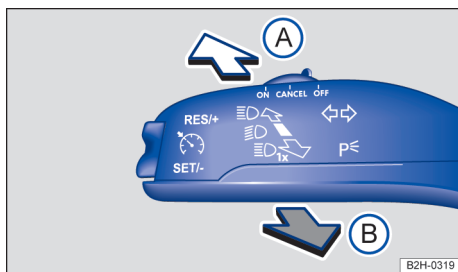

Fig. 74 À esquerda na coluna de direção: alavanca dos indicadores de direção e do farol alto.
- Levar a alavanca dos indicadores de direção e do farol alto da posição central para a seguinte posição → Fig. 74: \blacktriangleright
- (A) Farol alto ligado.
- (B) Acionar o sinal de luz ou desligar o farol alto. O *sinal de luz* permanece aceso enquanto a alavanca estiver puxada.